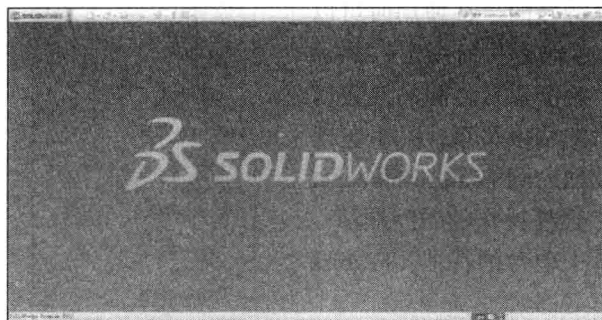

图 1-7 SolidWorks 2012 的初始界面
(2) 启动画面消失后，系统进入 SolidWorks 2012 的初始界面，初始界面中只有几个菜单栏和“标准”工具栏（见图 1-7），用户可以在设计过程中根据自己的需要打开其他工具栏。